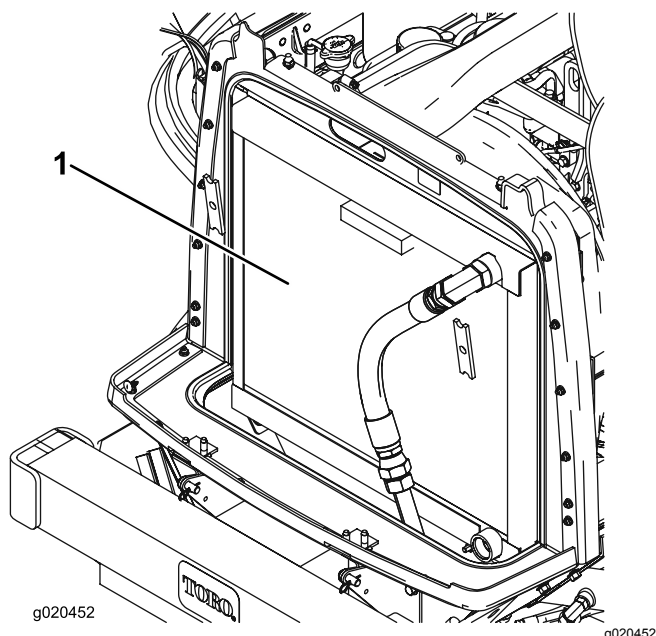

Figura 92
2. Limpe ambos os lados do radiador/refrigerador (Figura 92) com ar comprimido. Comece do lado da ventoinha e sopre os detritos para trás. Depois, limpe a partir da parte posterior e sopre na direção da parte frontal. Repita o procedimento várias vezes até remover toda a sujidade e detritos.